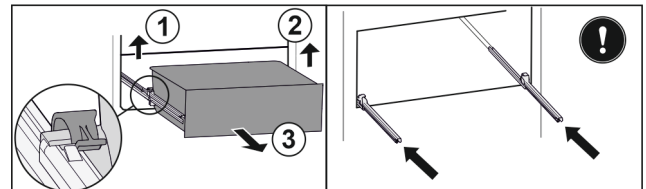

Fig. 191
- Linke Klemme anheben und gleichzeitig Schubfach links nach vorne ziehen. Fig. 191 (1)
- Rechte Klemme anheben und gleichzeitig Schubfach rechts nach vorne ziehen. Fig. 191 (2)
- Schubfach nach vorne entnehmen. Fig. 191 (3)